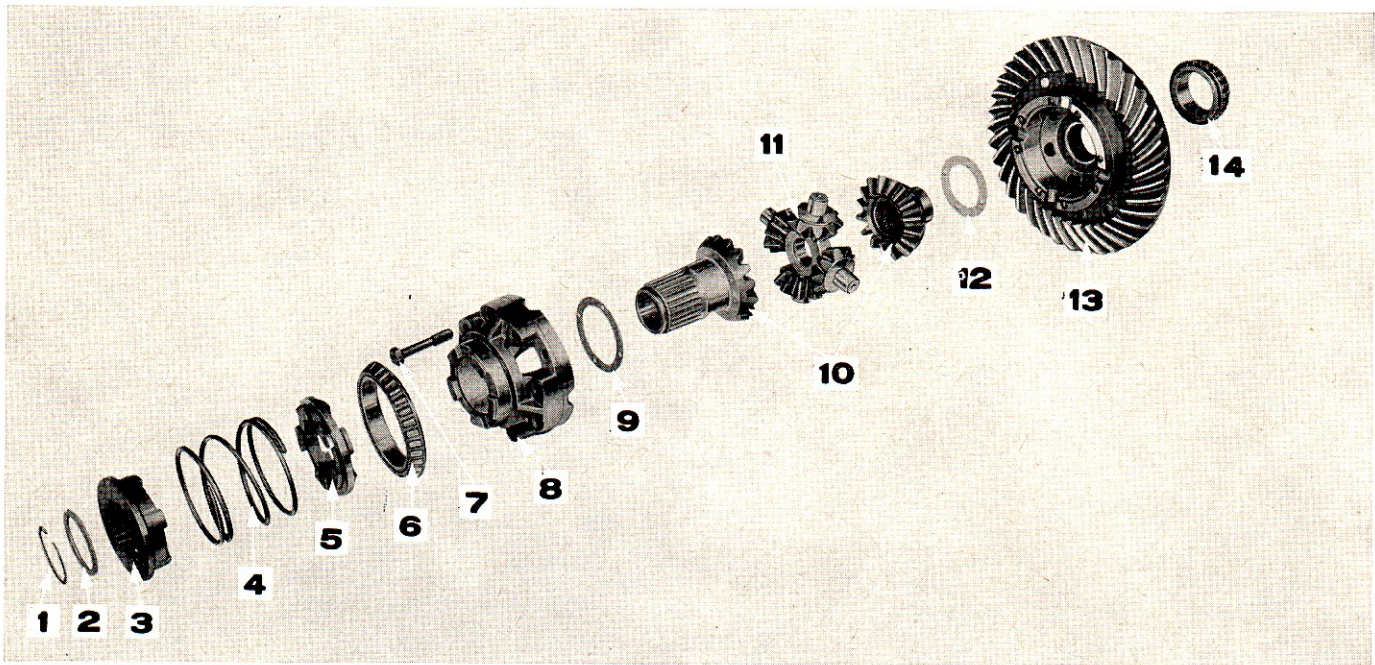

Figure 17: Vue éclatée du différentiel
2. S'il existe un blocage de différentiel, déposer le frein retenant l'accouplement de blocage sur le planétaire droit. Déposer la rondelle de butée, l'accouplement, le ressort d'accouplement et l'adaptateur du boîtier de différentiel (Figure 17).